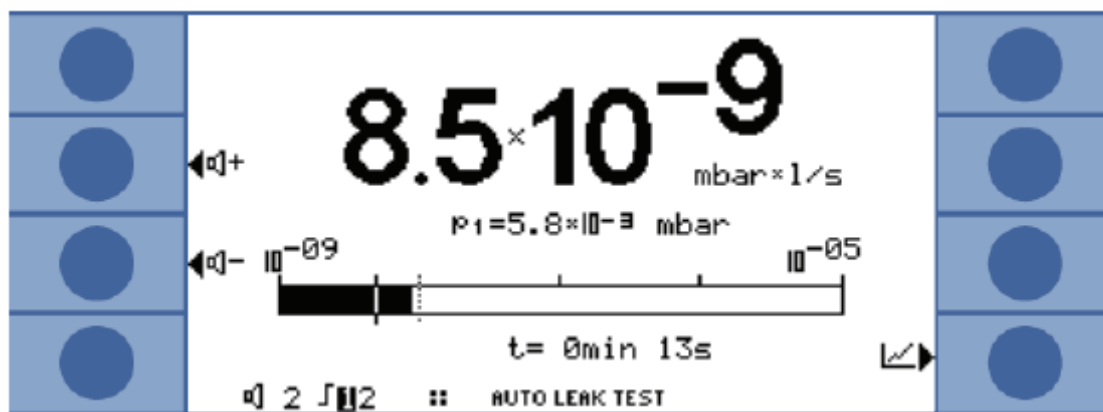

Рис. 5-1. Вид экрана в режиме измерения
- Численно, в сочетании со шкальным электронным индикатором (рис. 5-1)